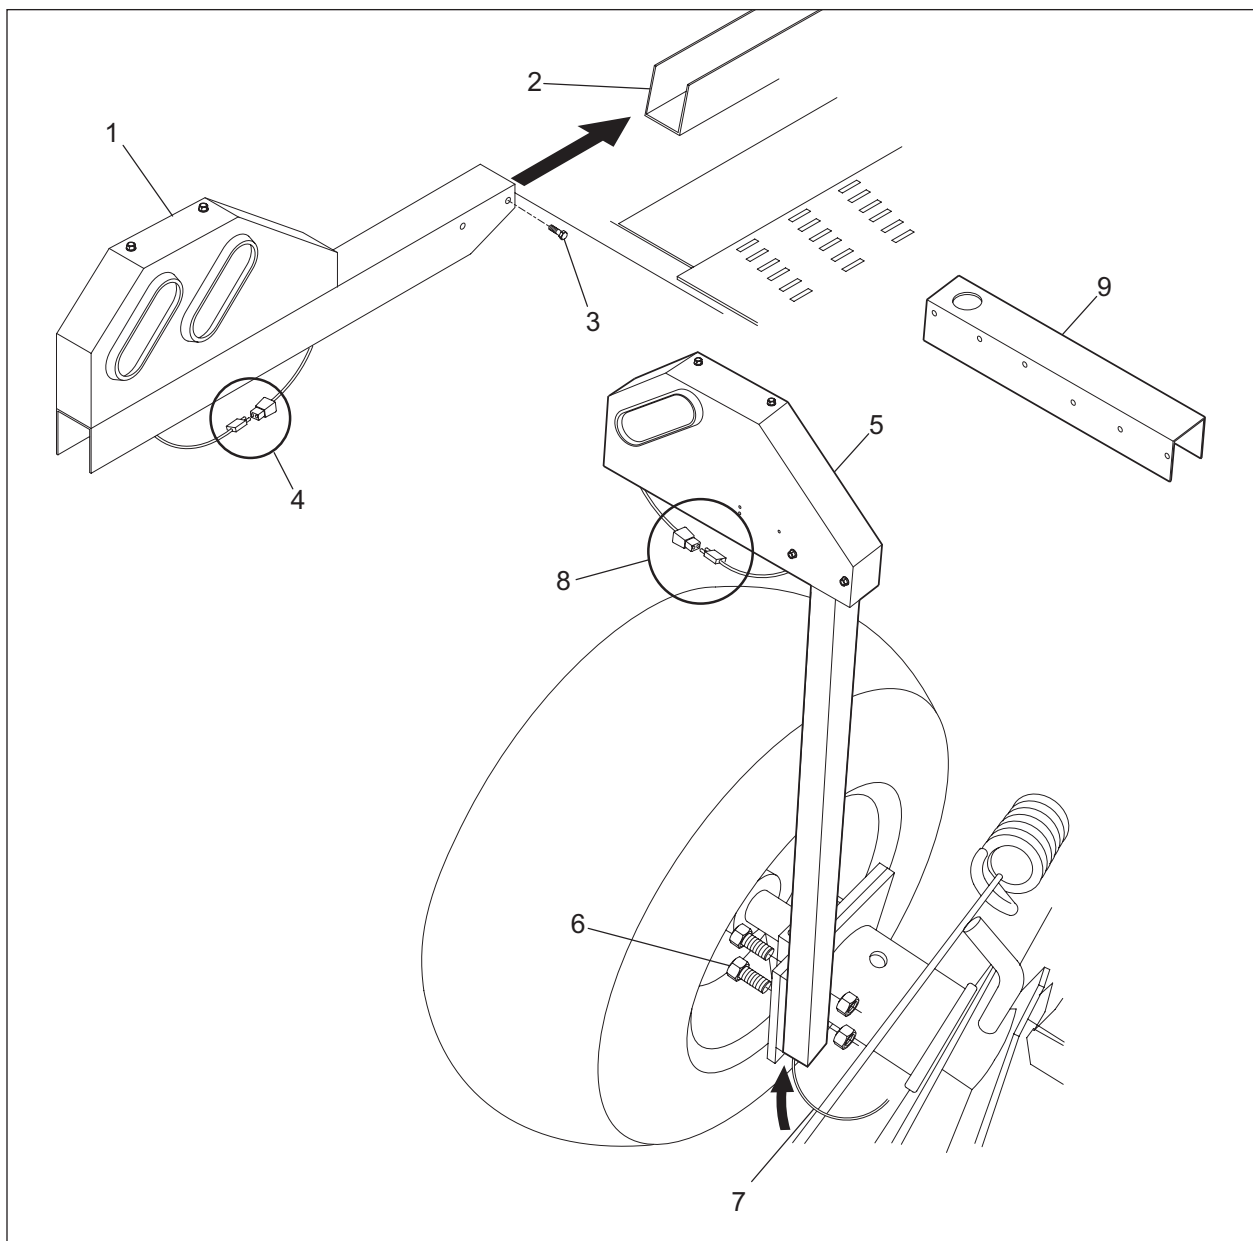

Figure 47 Feux de transport
1. Installer le feu de transport du côté droit en glissant le support (item 1) sur le profilé en "U" (item 2), tel que montré à la figure 47. Utiliser quatre boulons (item 3) pour tenir en place le support;
3. Faire les branchements électriques tel que montré à l'item 4;
4. Installer le feu de transport gauche en boulonnant le support (item 5) sur la plaque de roue de gauche, tel que montré à la figure 47;
5. Ajuster la hauteur du feu de transport afin qu'il soit plus haut que l'attache et qu'il puisse être vu de tous côtés. Pour ajuster la hauteur, utiliser les boulons (item 6);
6. Ajuster la largeur du feu de transport droit (item 5) avec le support (item 9) selon la largeur de l'attache utilisé;
7. Faire les raccordements électriques tel que montré à l'item 8. Le câble doit d'abord passer à travers le tube tel que montré à l'item 7.